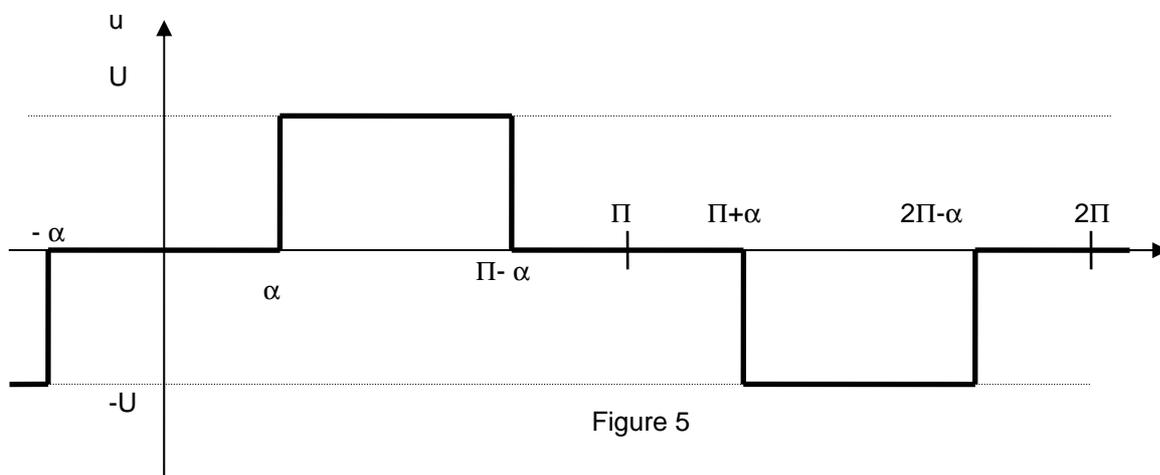

Figure 5
4) On donne le développement en série de Fourier de la fonction représentée à la figure 5 (page 5):